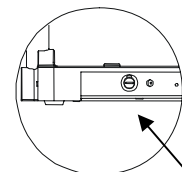

Abbildung 6-1: Sicherungselement
2. Die Sicherung finden Sie auf der Rückseite des Gerätes (Abb. 6-1).